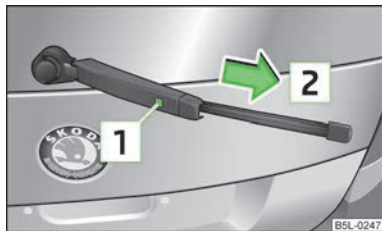

Fig. 38
- Ridicați brațul ștergătorului de pe geam și poziționați lamela astfel încât să formeze un unghi drept cu brațul ștergătorului » fig. 38.